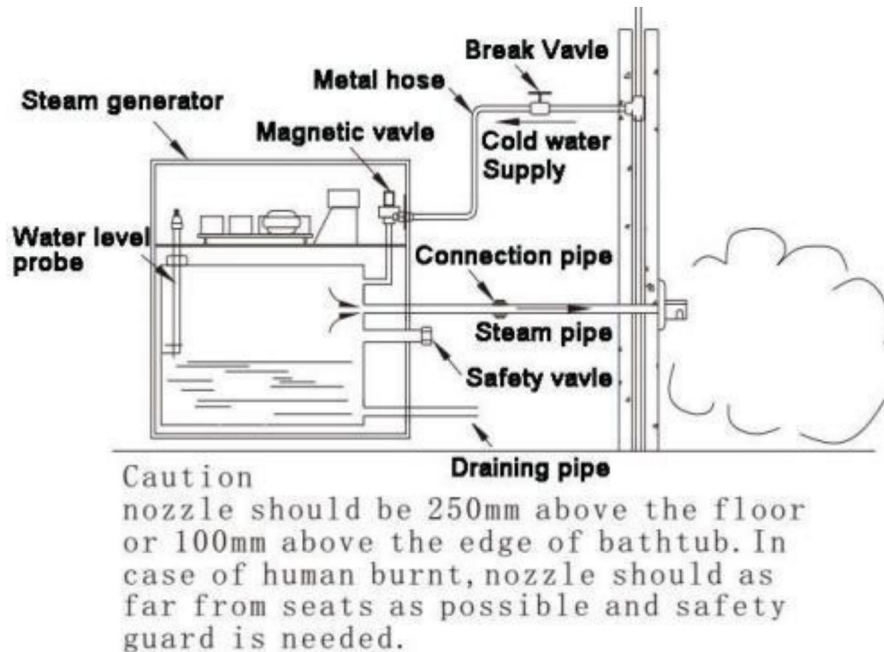

Figure 5 Installation du système de tuyauterie du générateur de vapeur
1. Le tuyau d'arrivée d'eau, un tuyau métallique de 0,5 pouce de diamètre, relie l'arrivée d'eau du générateur et la vanne du système d'alimentation en eau. (Figure 5)
(Il est interdit d'utiliser des tuyaux en métal noir ou galvanisés en cas de rouille et de saleté du mur.) Le tuyau de vapeur ne doit pas mesurer plus de 3 mètres de long. S'il mesure plus de 3 mètres, des travaux spéciaux de conservation de la chaleur doivent être effectués. (Figure 5)